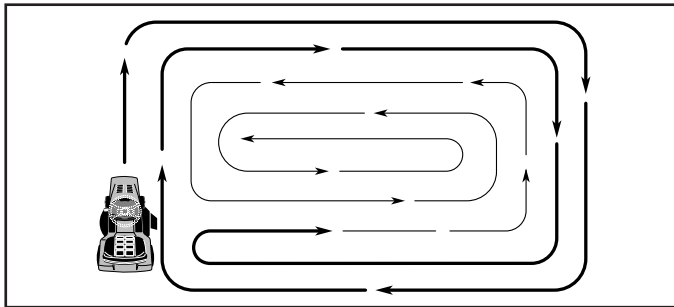

Fig. 15
- Al segar las área grandes, empiece girando a la derecha de modo que los recortes se descarguen, alejándose de los arbustos, cercos, entradas de automóviles, etc. Después de una o dos vueltas, siegue en la dirección opuesta, haciendo virajes a la izquierda, hasta que termine (Vea Fig 15).